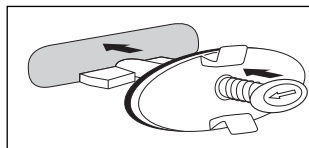

Fig. 4
- În cazul preaplinului alungit, apăsați știftul de tensionare și basculați maneta de închidere astfel încât să formeze un unghi drept cu știftul de tensionare (fig. 4).